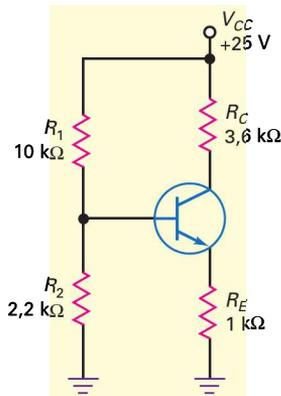

Figure 7.32
- 7.15** **Multisim** Quelle est la tension émetteur dans la figure 7.32 ? Quelle est la tension collecteur ?
7.21 Quel est le point Q pour la figure 7.32 ?